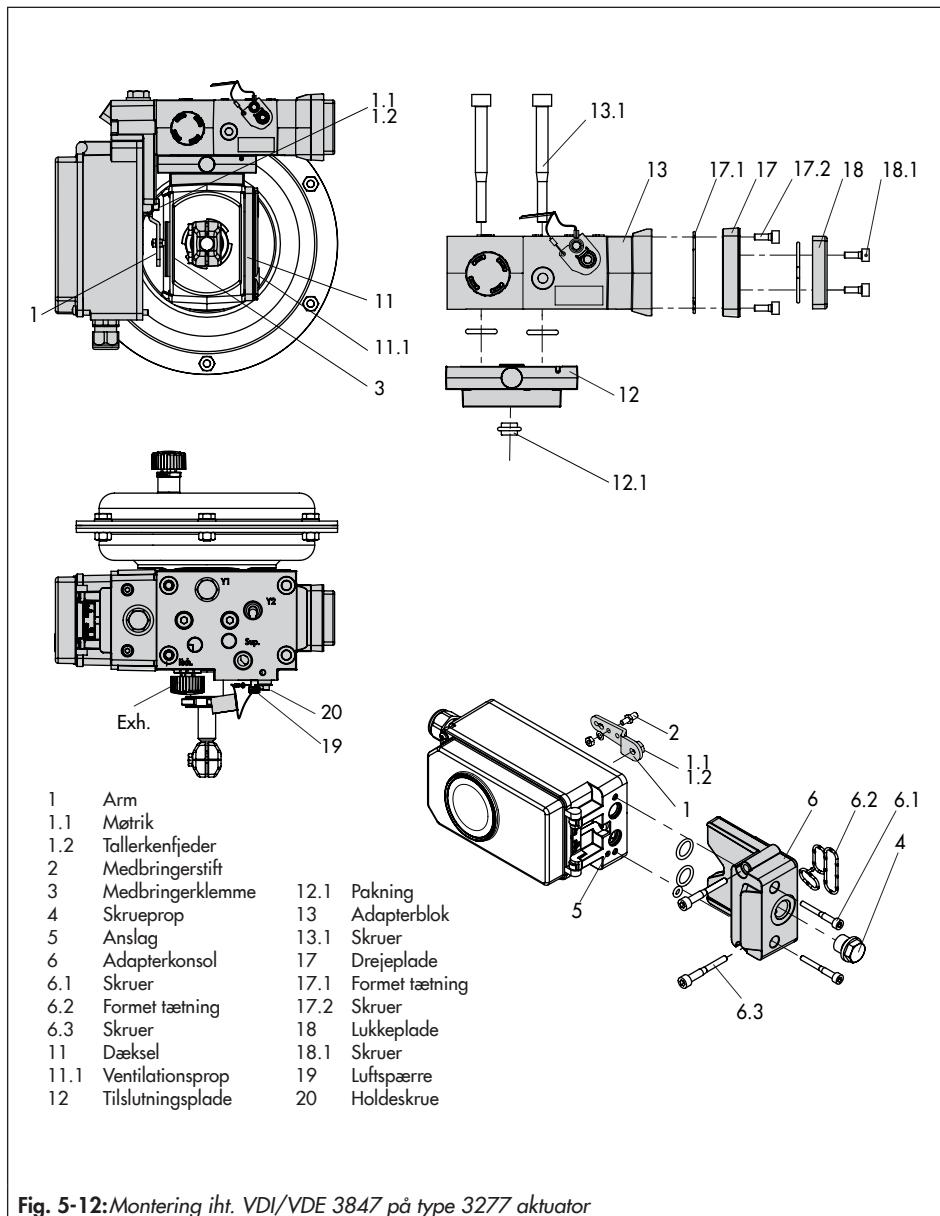

Fig. 5-12:Montering iht. VDI/VDE 3847 på type 3277 aktuator
- ➔ Se Fig. 5-12.
Montering på type 3277 aktuator (se Fig. 5-12)
Montér positioneren på ventildelen som vist i Fig. 5-12. Signaltrykket ledes til aktuatoren via tilslutningspladen (12), ved aktuatorer med fejlsikker handling "aktuatorspindel køres ud" indvendigt gennem en boring i ventildelen, og ved "aktuatorspindel køres ind" gennem udvendige rør.